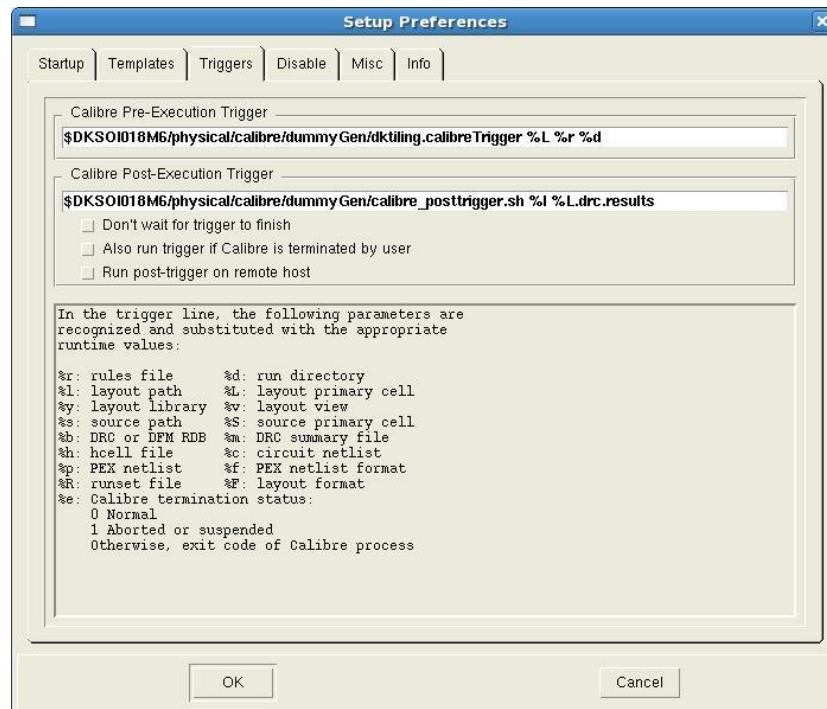

Рис. 12.4 Путь и ключи к скрипту постобработки.
- 4) Далее нажмите *Setup->Preferences* и во вкладке *Trigger* проверьте, правильно ли прописаны пути и ключи скриптов постобработки (рис. 12.4).